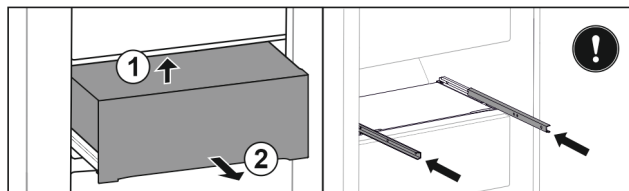

Fig. 29*
- ▶ Unieść z tyłu od dołu Fig. 29 (1)*
- ▶ Wyjąć do przodu Fig. 29 (2)*